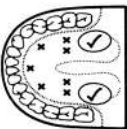

Figure 2
- a) **Utilisation orale** : Placez le thermomètre sous la langue comme l'indique la position ✓ de la figure 2. Fermez la bouche et respirez régulièrement par le nez pour éviter que la mesure ne soit influencée par l'air inhalé/exhalé.